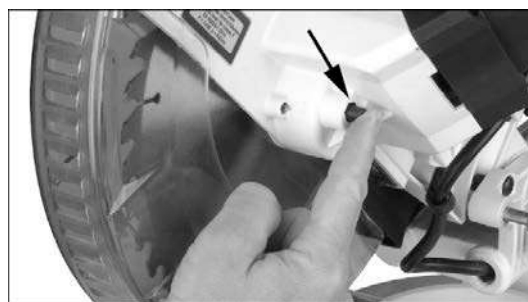

Рис. 4-5
6. Нажмите и удерживайте фиксатор оправки с обратной стороны пильной головы (Рис. 4-5), вращая пильный диск, пока фиксатор не войдет в зацепление.
11. Нажмите и удерживайте фиксатор оправки (Рис. 4-5), проворачивая при этом пильный диск, пока фиксатор оправки не войдет в зацепление.